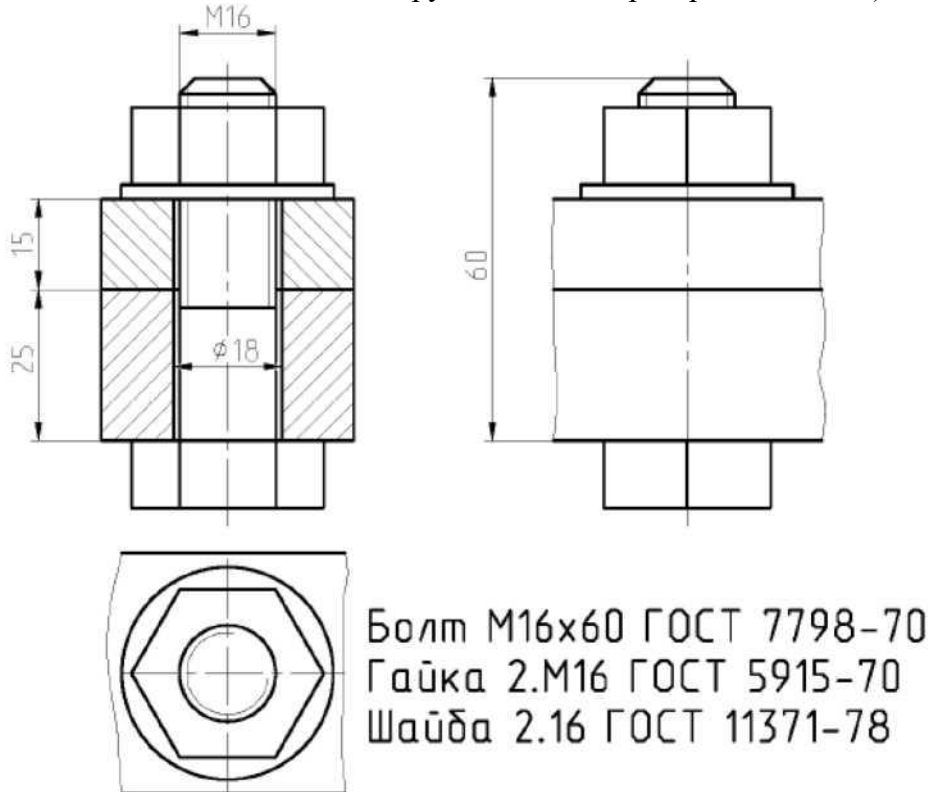

Рис.6. Образец выполнения задания болтового соединения
3. Болтовое соединение вычерчивают с упрощениями: без фасок на гайке, шайбе и головке болта по образцу, приведенному на рис. 6.
5. Размеры, проставляемые на чертеже должны соответствовать образцу на рис.6.